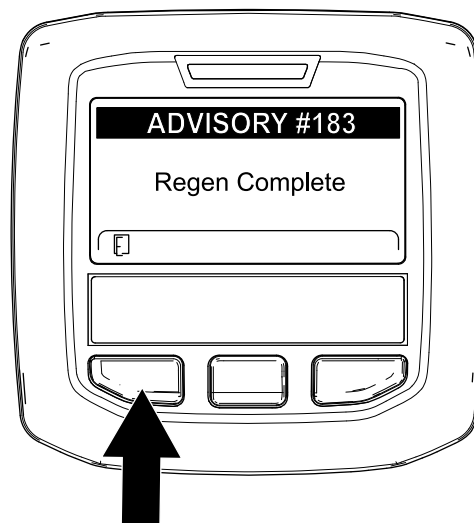

Figure 65
9. Quand le calculateur moteur achève une régénération en stationnement ou d'urgence, l'InfoCenter affiche ADVISORY #183 (avis n° 183) (Figure 65). Appuyez sur le bouton gauche pour quitter l'écran d'accueil.